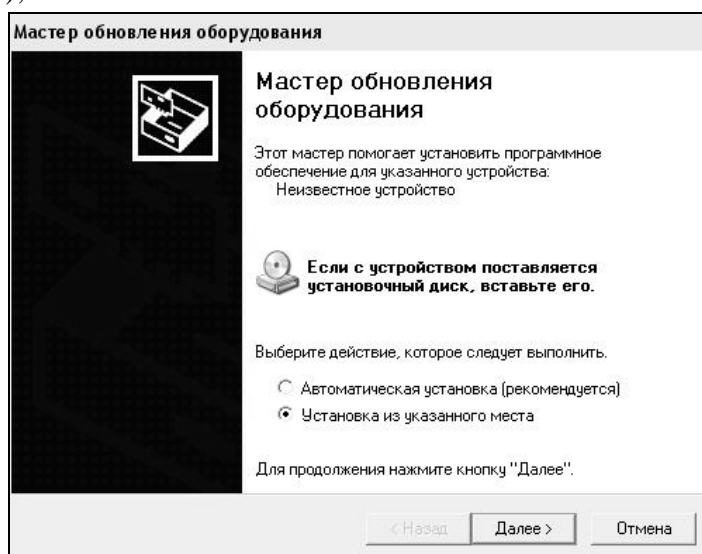
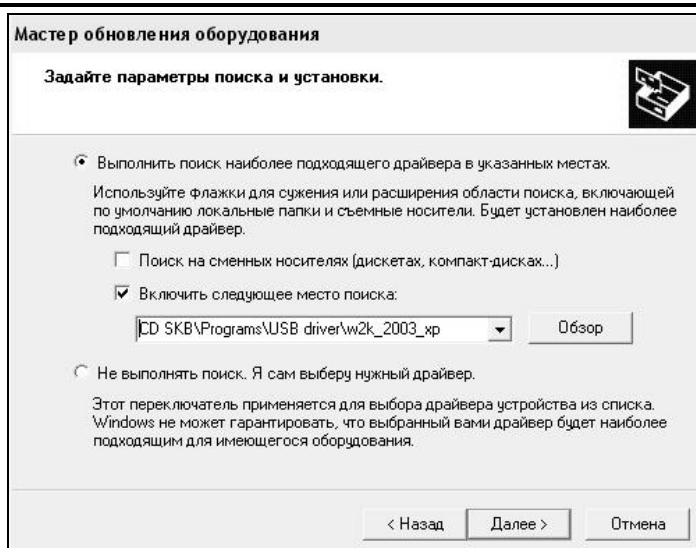

Рисунок 2 - Окно мастера обновления оборудования
Рисунок 3 - Окно выбора драйвера для установки
2.3.3.3.3 После того как ОС Windows обнаружила новое устройство, в мастере установки драйверов (рис. 2), необходимо указать папку с USB драйвером (X:/Programs/USB driver/) и нажать кнопку «Далее» (рис. 3).